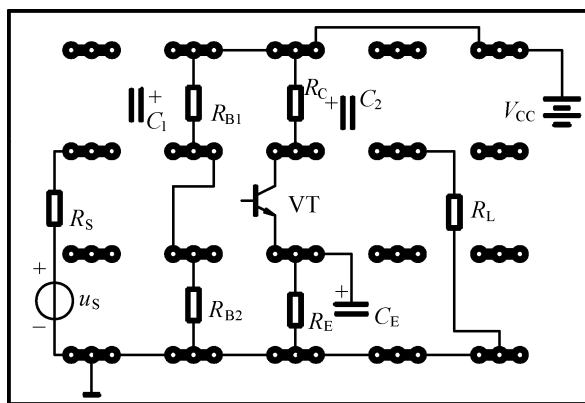

图 4-5
- (1) 如图 4-5 所示，试将所缺连线在电路板上通过焊盘补画完整（要求一孔一线）。